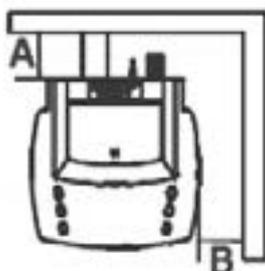

Fig. 1 - Distances de sécurité
Un simple vide technique en ciment doit être opportunément tubé. Dans les deux cas, prévoir un bouchon d'inspection (AT) et/ou une porte d'inspection (AP) - FIG.1.